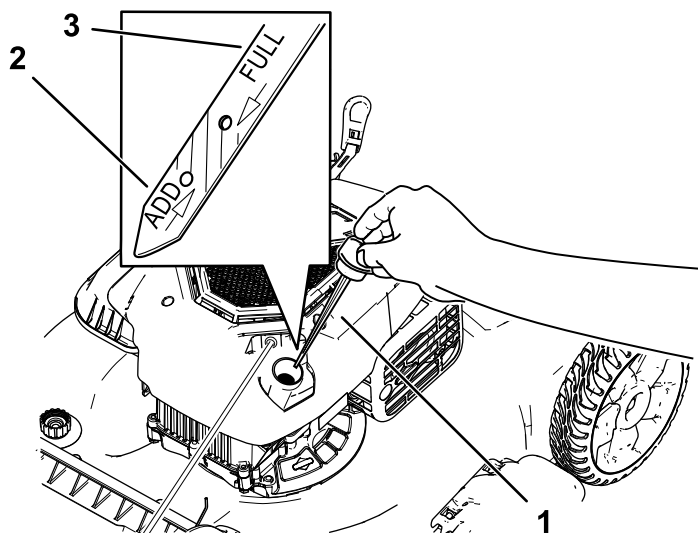

Figura 26
3. Girate il tappo in senso antiorario ed estraete l'asta di livello (Figura 26).
10. Controllate il livello dell'olio sull'asta (Figura 26).